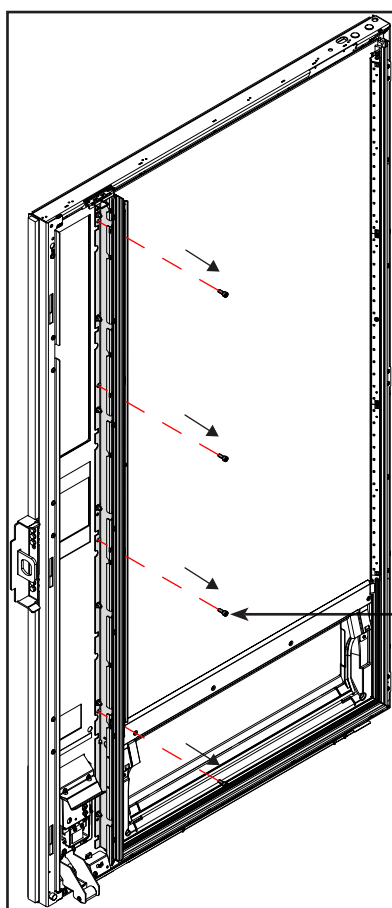

Fig. 5
5. Déposer 4 vis à tête cylindrique à six pans creux de 5 mm (fig. 5).